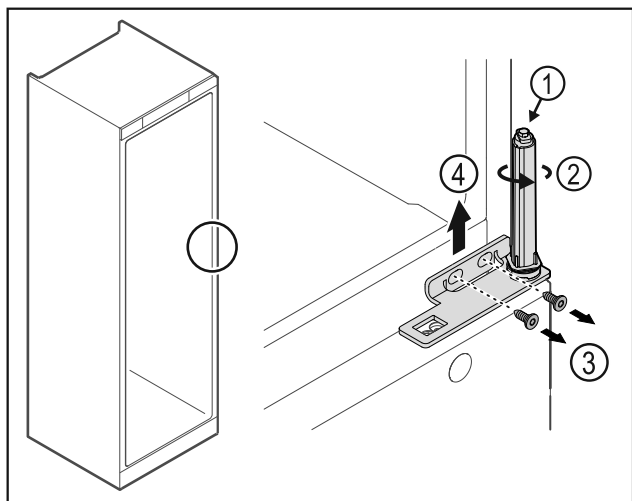

Fig. 23
- Ne pas désassembler le système de fermeture de la porte Fig. 23 (1).
- Tourner le système de fermeture Fig. 23 (2) jusqu'à entendre un clic.
- Desserrer les vis Fig. 23 (3) et retirer l'équerre de charnière par le haut Fig. 23 (4).